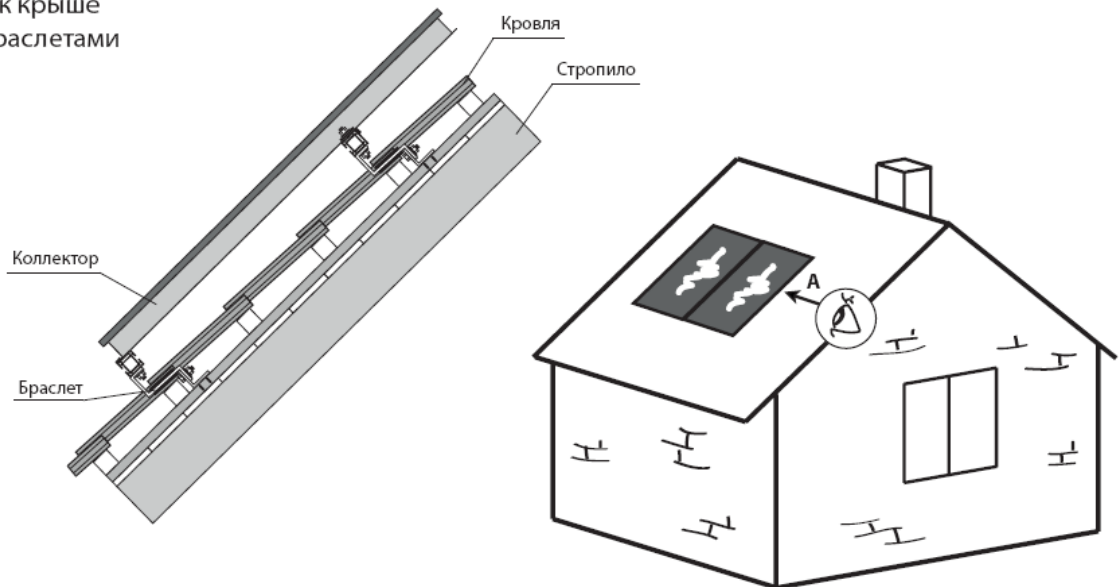

Рисунок 5
4.2. Монтаж крышными браслетами. Крепление предназначено для монтажа коллекторов на крыше, которая покрыта керамической черепицей. Благодаря тому, что браслет огибает черепицу и крепится непосредственно к стропилу, исчезает риск того, что черепица треснет при сверлении в ней отверстий (рисунок 5). Крыша должна быть скатной (т.е. располагаться к горизонту под углом от 150 до 750)